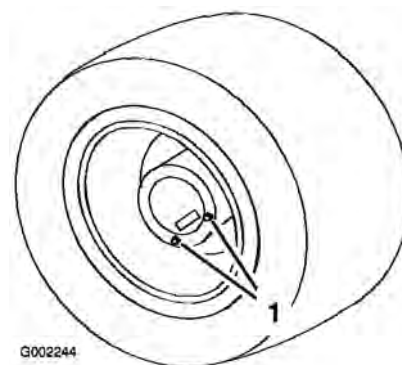

Figura 47
1. Parcheggiate lo sprayer su terreno pianeggiante, con le ruote posteriori in posizione di spurgo, come illustrato nella Figura 47.
3. Collocate una bacinella sotto i tappi di spurgo, e toglieteli dalla ruota (Figura 47).